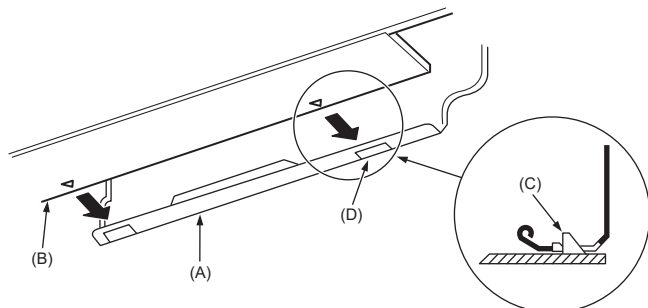

Fig. 3-15
3. Inserendo il tubo del refrigerante e il tubo di drenaggio nel foro a muro (manicotto di penetrazione), appendere la parte superiore dell'unità interna alla piastra di montaggio (1).
5. Premere la parte inferiore dell'unità interna sulla piastra di montaggio (1) e bloccarla in posizione. (Fig. 3-15)
- * Controllare che le maniglie sulla parte inferiore dell'unità interna siano agganciate saldamente alla piastra di montaggio (1).
- (A) Piastra di montaggio (1)